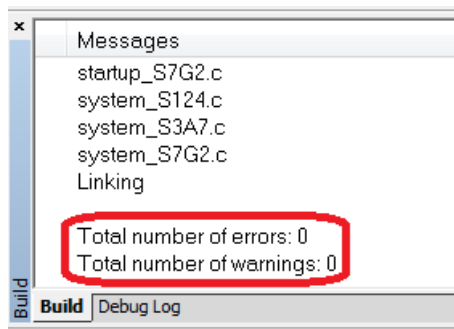

図 1.12 エラーのないビルド
2. ビルドが正常に終了すると、図 1.12 に類似した出力が生成されます。